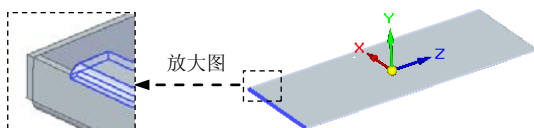
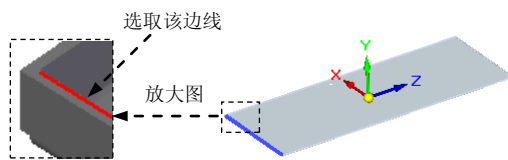

图 8.13.269 弯边特征 3
图 8.13.270 定义线性边
Step13. 创建图 8.13.269 所示的弯边特征 3。
(1) 选择命令。单击“主页”功能选项卡“钣金”工具栏中的“弯边”按钮.
(2) 定义附着边。选取图 8.13.270 所示的模型边线为附着边。
(3) 定义弯边类型。在 **距离** 文本框中输入值 25, 在 **角度** 文本框中输入值 90, 单击“外部尺寸标注”按钮和“材料外侧”按钮; 调整弯边侧方向如图 8.13.269 所示。
(4) 定义弯边属性及参数。单击“弯边选项”按钮, 取消选中 ☐ 折弯止裂口  复选框, 单击 **确定** 按钮。